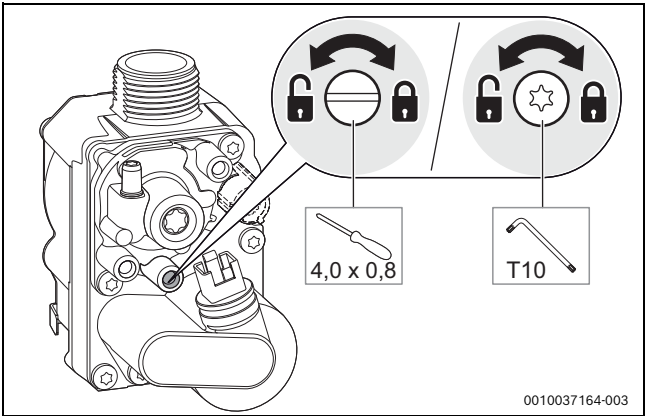

Fig. 46 Mesure de la pression de raccordement du gaz
- Desserrer la vis sur la tubulure de mesure pour la pression de raccordement du gaz de 2 tours (→ fig. 46).